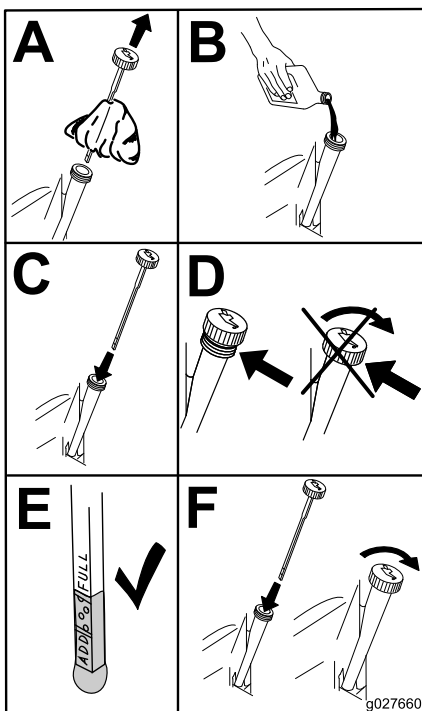

Figura 63
5. Versate lentamente circa l'80% dell'olio indicato nel tubo di rifornimento e sempre con cautela rabboccate l'olio necessario per portarlo alla tacca di **Pieno** (Figura 63).